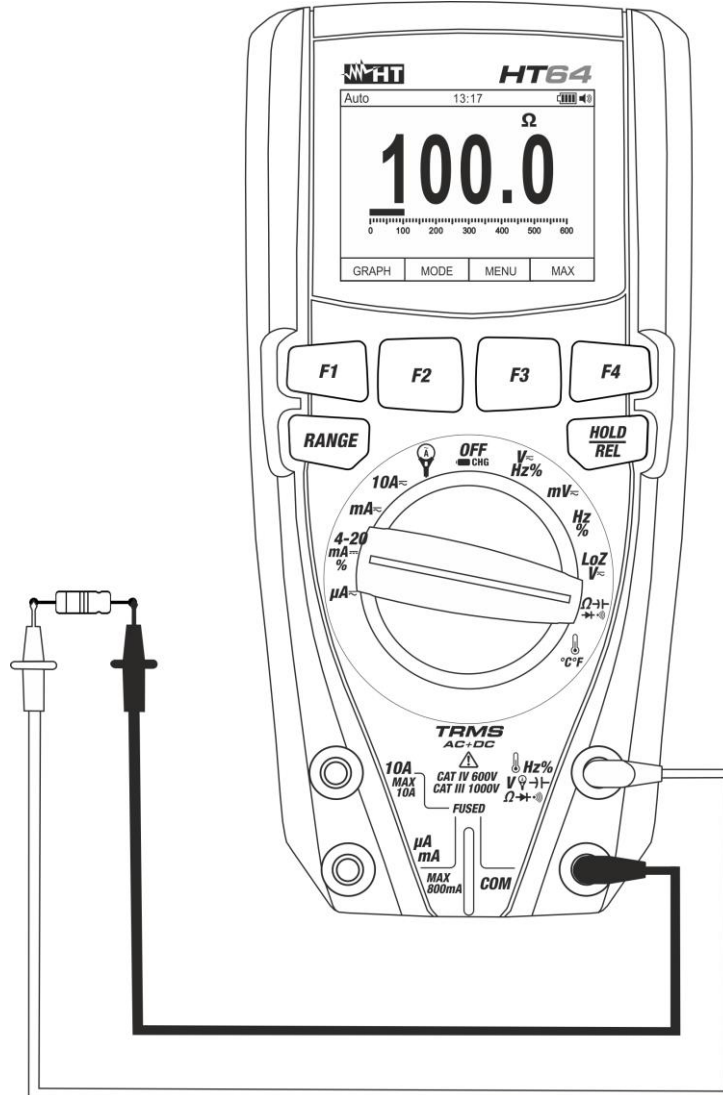

Abb. 26: Verwendung des Gerätes für Widerstandsmessung und Durchgangsprüfung
3. Verbinden Sie die Messleitungen mit den gewünschten Messpunkten des zu messenden Kreises (siehe Abb. 26). Der Widerstandswert erscheint auf dem Display.